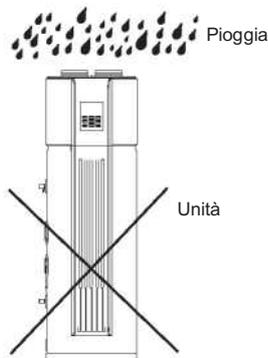

Fig. 3-6
- Se penetra dell'acqua piovana nell'unità, entrando a contatto con i componenti, questi potrebbero danneggiarsi o causare pericoli. (Fig. 3-6)